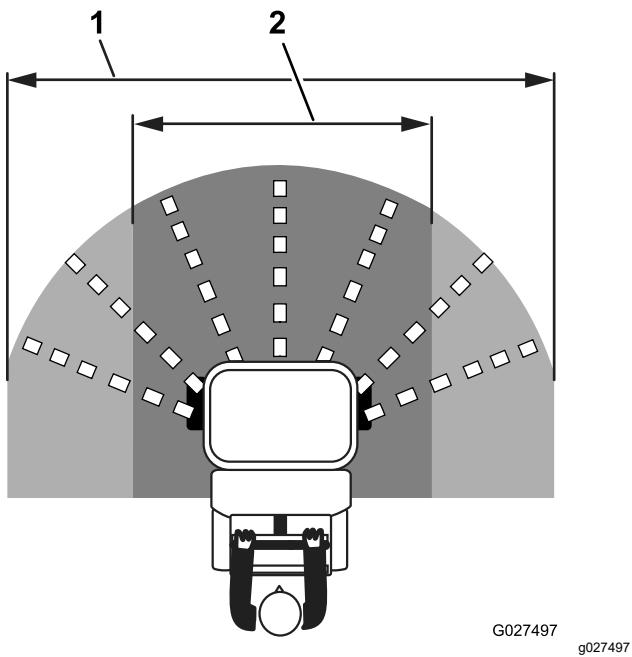

Figure 37
4. Ouvrez la trappe de la turbine d'application petite ou grande largeur pour commencer l'épandage (Figure 37).